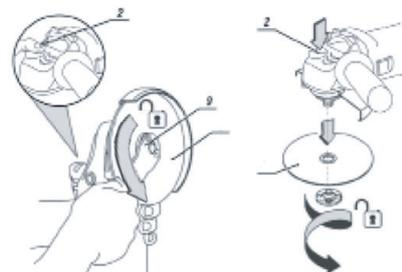

Figura 6 - Substituição do disco
4. Retire o disco. (Conforme Figura 6);